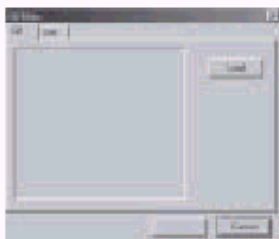

Fig. 4-28 Insertar Gráfico de Animación 1
1. Haga clic en el botón y mueva el mouse a la interfase de dibujo, se mostrará el cuadro de diálogo de la Fig. 4-28.
1. Haga clic en el icono rápido  y mueva el mouse a la interfase de dibujo, aparecerá un cuadro de diálogo como en la Fig. 4-28.